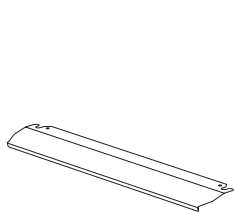

Abb. 10
1. Eine Sicherheitsabdeckung schützt das Bedienfeld und die Tasten, wenn sich der Backofen im Grillmodus befindet. (abbildung 10)